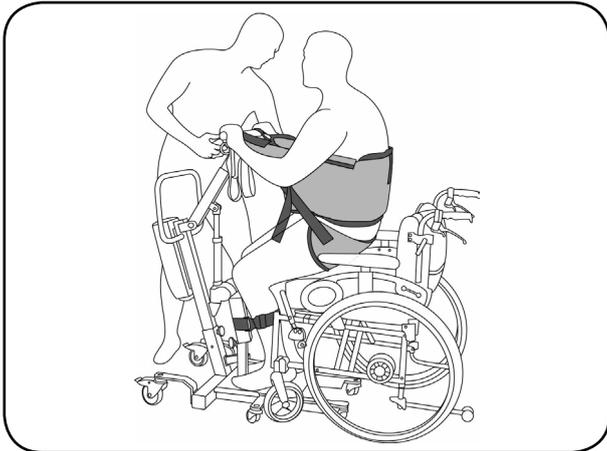

Abb. 9.2.10 – Position des Patienten während des Aufrichtvorgangs
15. Stellen Sie sicher, dass der Patient mit beiden Füßen auf dem Trittbrett steht und die Griffe mit beiden Händen festhält (Abb. 9.2.10). Korrigieren Sie die Position des Patienten bei Bedarf. Stellen Sie die beiden hinteren Laufrollen fest.